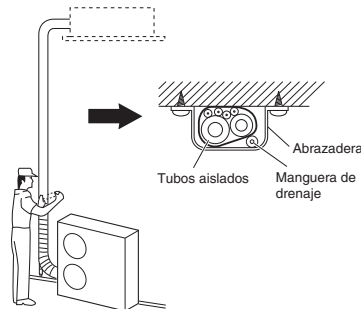

Fig. 5-8
- (1) En este momento, a los tubos de refrigerante (y el cableado eléctrico si lo permiten las regulaciones locales) se les debe colocar la cinta conjuntamente con cinta blindada en 1 agrupamiento. Para evitar que rebese la condensación por la bandeja de drenaje, mantenga separada la manguera de drenaje de la tubería de refrigerante.
- (2) Envuelva la cinta blindada desde la parte inferior de la unidad exterior hasta la parte superior de la tubería por donde entra en la pared. A medida que envuelve la tubería, superponga la mitad de cinta a cada vuelta que dé.
- (3) Fije el grupo de tubos a la pared utilizando 1 abrazadera aproximadamente a cada metro. (Fig. 5-8)